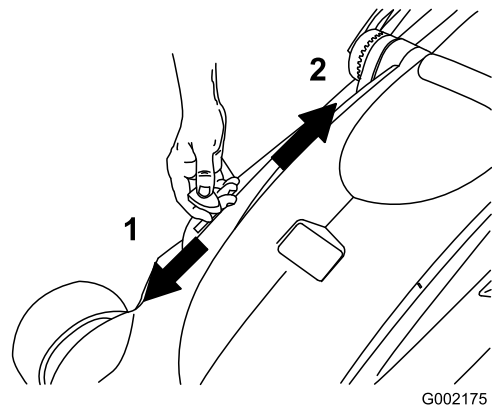

Figura 21
3. Ponga la palanca de reciclado/ensacado en el modo de ensacado (Figura 21).
Nota: Para pasar de ensacado a reciclado, mueva la palanca de reciclado/ensacado al modo de reciclado (Figura 21) y retire el recogedor de hierba.